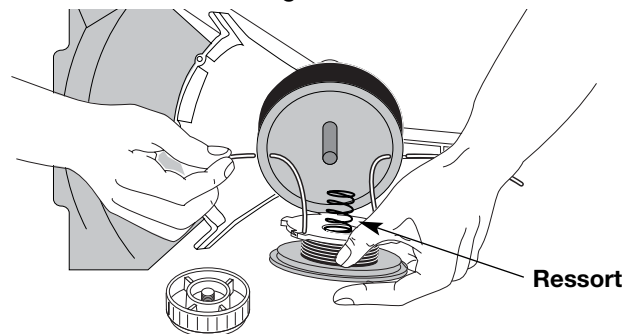

Fig. 35
- Insérez les extrémités du fil dans les œillets de la bobine extérieure et placez le moulinet et le ressort dans la bobine (Fig. 35). Enfoncez le moulinet et la bobine ensemble. Tout en tenant le moulinet et la bobine, saisissez les extrémités et
- Insérez les extrémités du fil dans les œillets de la bobine extérieure (Fig. 35).